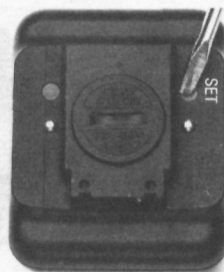

Fig. 15
- Zodra de wielomtrek juist wordt weergegeven de knop „SET“ aan de onderkant van de computer indrukken (fig. 15). De wielomtrek is nu geprogrammeerd, maar kan ieder moment – indien nodig – worden veranderd.
- Dès que la taille de la roue est correctement affichés, vous appuyez sur la touche «SET» (au dos de l'ordinateur) (fig. 15). La taille de roue est maintenant saisie et peut être modifiée à tout moment.
- premere il pulsante «SET» (sul retro del computer) (fig. 15) non appena vengono esattamente visualizzati la circonferenza della ruota; ora è programmata la circonferenza delle ruote che può essere variata in qualsiasi momento lo si voglia.